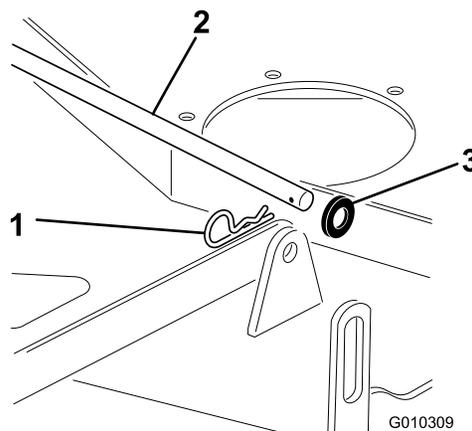

Figure 68
1. Retirez la goupille fendue et la rondelle qui fixent la longue barre de liaison au châssis et au tablier, et enlevez la barre de liaison (Figure 68).
6. Montez le support avant du tablier de coupe sur les pattes de fixation avant et fixez-les avec une rondelle et une goupille fendue (Figure 68).